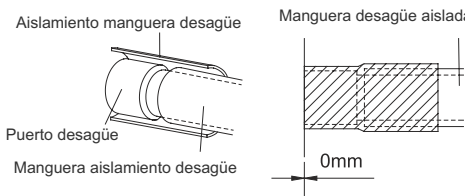

Fig.28
- (9). Asegúrese de que aisle el puerto de evacuación y la manguera está conectada (Fig.28)